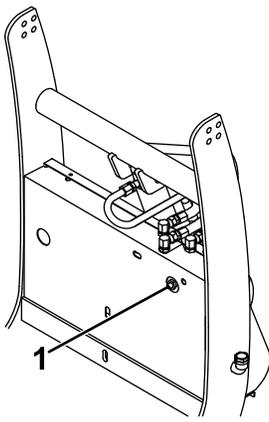

Figura 43
1. Afloje la contratuerca de la parte trasera del distribuidor hidráulico (Figura 43).